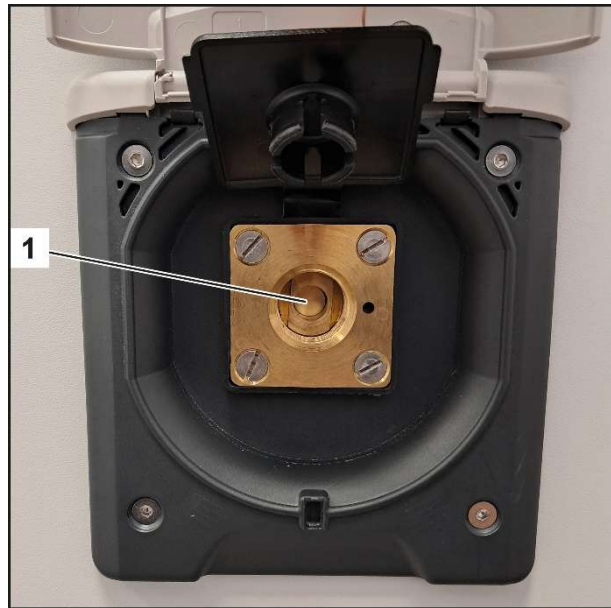

Fig. 12
3. Acople el adaptador del recipiente (Fig. 13/1) en la conexión de llenado (Fig. 12/1). Para evitar que se introduzca suciedad en la instalación, ALUGAS recomienda usar un adaptador con filtro sinterizado.